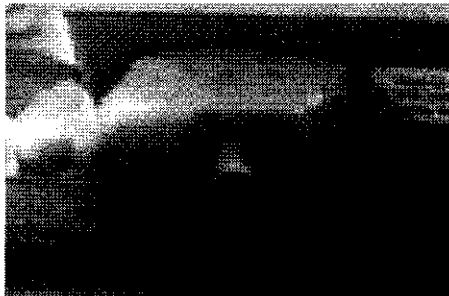

Figura 3. Estado abierto del transductor
3. Coloque la perilla de la traba del transductor en estado abierto, vea la figura 3, asegúrese de que la pequeña lengua de la traba del transductor dentro del conector del transductor esté en la misma posición de la ranura del enchufe hembra del transductor. Vea figura 1 y figura 2.
2. Gire la perilla de traba en dirección contraria a las agujas del reloj a la posición "OPEN" (abierta). Consulte la figura 3. Luego saque el conector del transductor despacio del enchufe hembra del transductor.